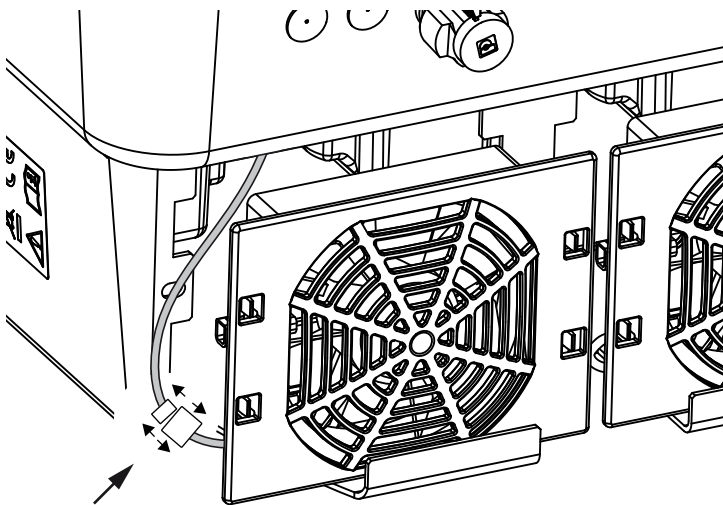

Abb. 54: Lüfterkabel abziehen
4. Lüftereinheit aus dem Gehäuse vollständig herausziehen. Dazu Steckverbindung des Lüfterkabels trennen. **➡ Abb. 54 !**